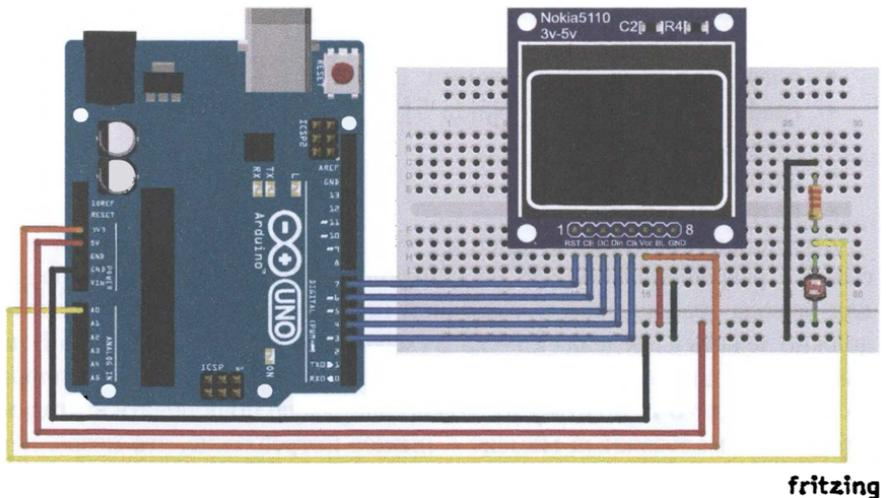

Рис. 16.2. Схема подключения Nokia 5110 и фоторезистора к Arduino
Для работы с дисплеем Nokia 5110 будем использовать библиотеку `Adafruit_GFX`, которая имеет богатые возможности для вывода графики и текста. В нашем эксперименте мы будем получать данные освещенности с фоторезистора, подключенного к аналоговому входу Arduino A0, и выводить данные освещенности в числовом и графическом представлениях. Схема подключения показана на рис. 16.2.
1. Подключаем датчик дисплея Nokia 5110 и фоторезистор по схеме на рис. 16.2.